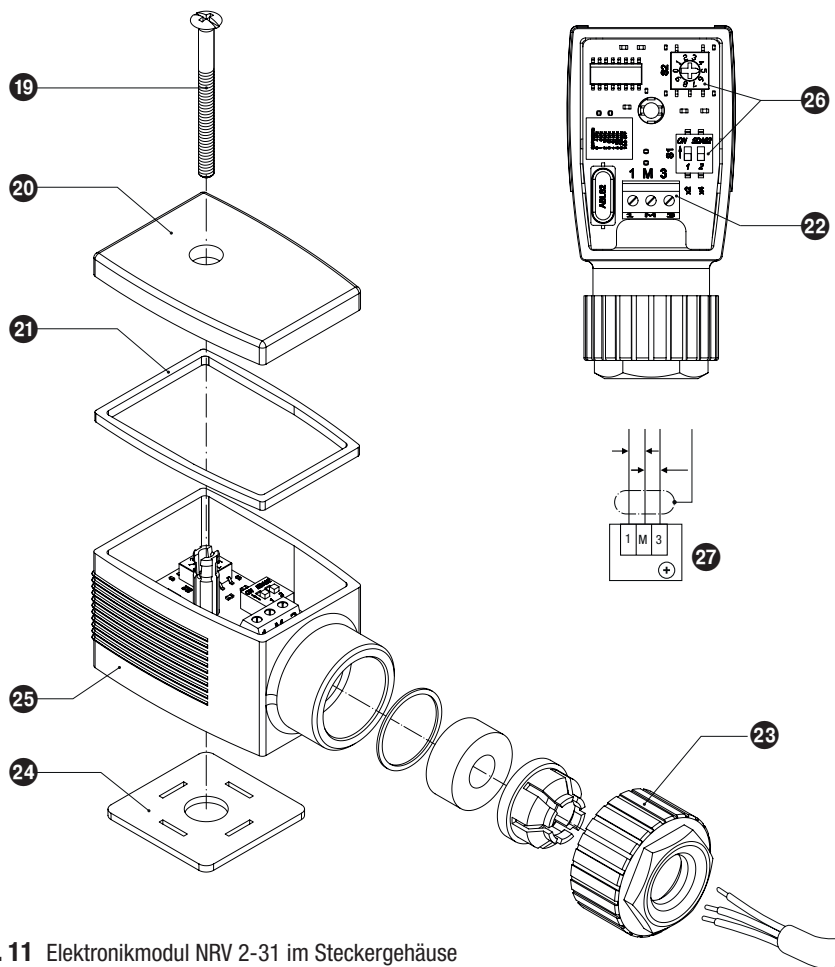

Fig. 11 Elektronikmodul NRV 2-31 im Steckergehäuse
1. Schraube 19 lösen. **Fig. 11**
Innerhalb des Messbereichs der Elektrode kann ein aktiver Messbereich festgelegt werden. Mit den Kodierschaltern **29** **Fig.11** wird die Länge des aktiven Messbereiches vorgewählt, als erste Orientierung können die Tabellen für die Werkseinstellung Seite 14 dienen.